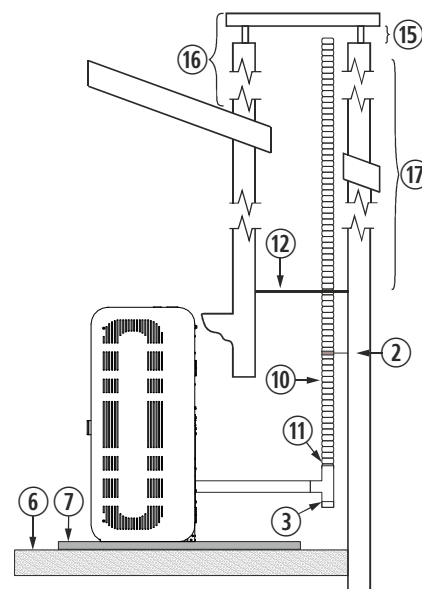

Figura 11
**4.28.** La instalación de un encastrable en una chimenea de obra se puede realizar en toda su totalidad en tubo flexible, tal y como indica la *figura 11*. Debemos tener especial cuidado a la hora de realizar el aislamiento entre la chimenea y el tubo de la salida de gases para evitar posibles retrocesos de gases en caso de tormenta.
②	Abrazadera de sujeción de acero inoxidable.
③	Te de 90° con registro.
⑥	Suelo de madera.
⑦	Protector del suelo no combustible.
⑩	Tubo flexible de acero inoxidable.
⑪	Manguito unión rígido a flexible.
⑫	Aislante anti retroceso.
⑮	Mínimo 200mm.
⑯	Debe sobrepasar 1 metro el tejado.
⑰	Mayor a 8m aumentaremos una medida.